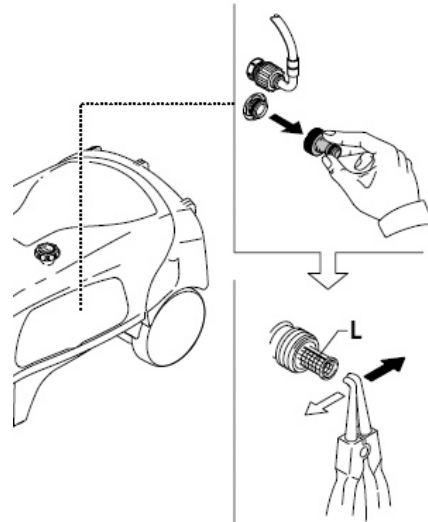

Abb. 15: Reinigung des Filters
Schritt 2: Mit dem Reinigungswerkzeug (Pos. C1, Abb. 4) die Öffnung der Düse säubern (oben, Abb. 15).
Wenn das Gerät über lange Zeit nicht verwendet wird, können Kalkablagerungen eine Blockierung des Motors bewirken. Verwenden Sie zum Beheben der Blockierung einen Schlitzschraubenzieher und drehen Sie an der Motorwelle an der Rückseite des Gerätes (Pos. M, Abb. 15).